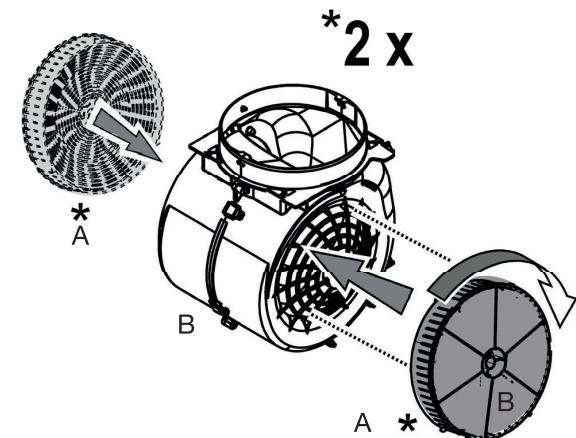

Abbildung 6
3. Um den Aktivkohlefilter (Abb. 6) zu entfernen, die Filterhalter (A) auf beiden Seiten des Motors (B) drehen , um sie zu entfernen.
4. Lösen Sie dann die Filter (C) in den Filterhaltern und ersetzen Sie sie durch neue Filter.